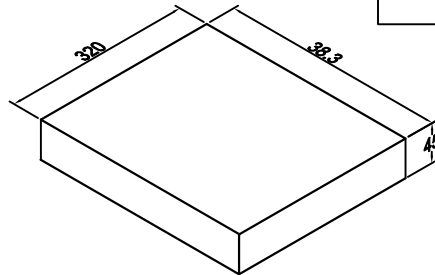

图3 内盒包装
- 2: 如图3, 每内盒装1小袋, 装盒后贴上物料标签, 数量为1×2000pcs。